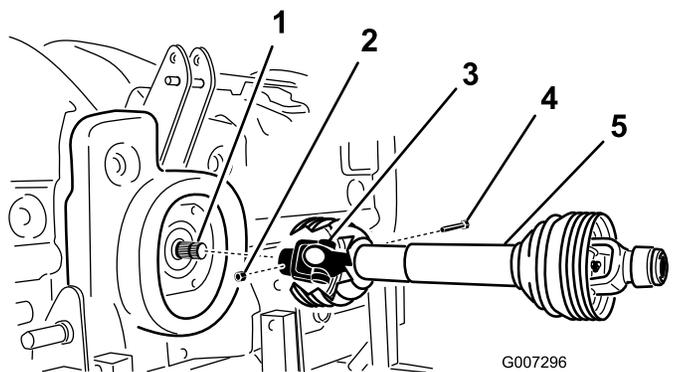

Рисунок 11
2. Подсоедините вал механизма отбора мощности к входному валу коробки передач с помощью болта $\frac{1}{2}$ x 3,00 дюйма и гайки $\frac{1}{2}$ дюйма (Рисунок 11).